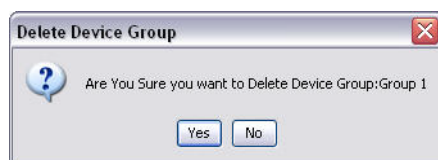

FIG. 97
- c. Utilisez la souris pour sélectionner de nouveau le dossier du groupe du côté système Matrix de l'écran. Cliquez sur le bouton "Delete Group" (Supprimer un groupe). L'invite de la commande "Delete Device Group" (Supprimer un groupe de dispositifs) s'affiche pour vous demander si vous êtes sûr de vouloir supprimer le groupe de dispositifs : nommé "X" (dans la FIG. 97 ci-dessous, le dossier est nommé "Group 1" (Groupe 1). Cliquez sur "Yes" (Oui) pour supprimer le dossier du groupe ou sur "No" (Non) si vous ne voulez pas le supprimer.